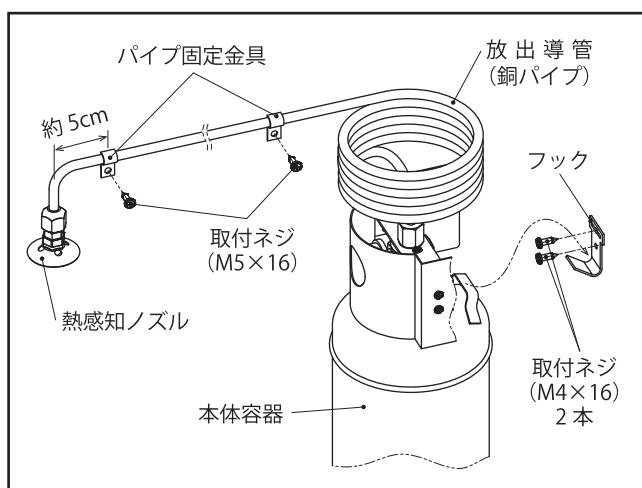

図6
#### ① 本体容器を取り付ける（図6）
#### ② 銅パイプ・熱感知ノズルを固定する（図6）